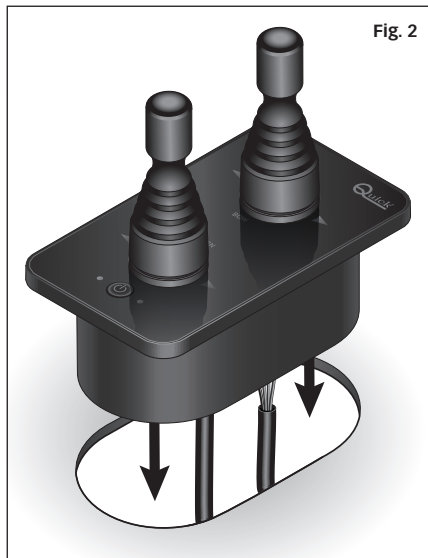

Fig. 2
- (Fig. 2) Inserire il comando nel foro e premere per farlo aderire bene alla superficie.